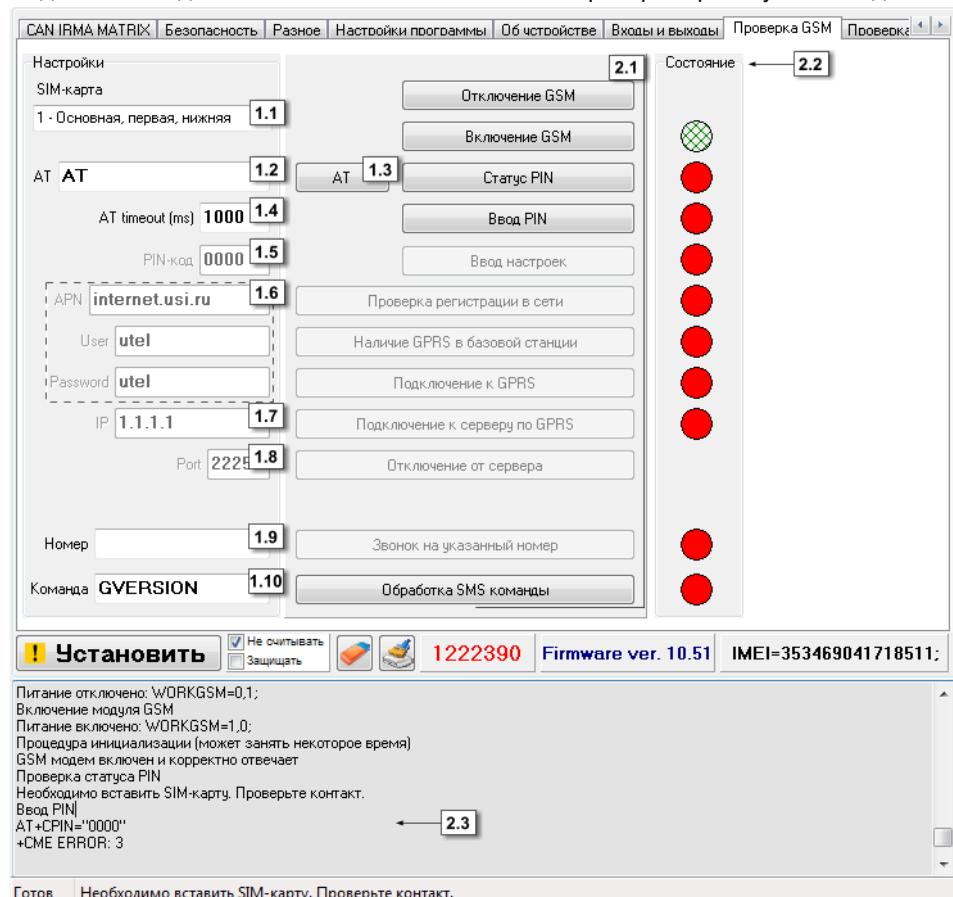

Рис.52 – Вкладка Контроль. Проверка GSM.
2. **Проверка GSM модема прибора.** Перед началом проверки модема необходимо выбрать SIM-карту, с которой будет проверяться модем (рис.52, п.1.1).
- 2.1. **Команды проверки модема** – для проверки модема нажмите кнопки, в порядке их расположения. Обработка каждой команды занимает некоторое время. Состояние обработки команды можно отслеживать при помощи индикаторов состояния (рис.52,п.2.2) и в строке состояния (рис.52,п.2.3).
14. Выполните звонок на указанный в поле 1.9 (рис.52) номер (кнопка **Звонок на указанный номер**). При голосовом вызове светодиод «GSM» горит постоянно.
15. Проверьте работу модема с SMS командами. Введите команду в поле 1.11 (рис.52) и нажмите кнопку **Обработка SMS команд**.